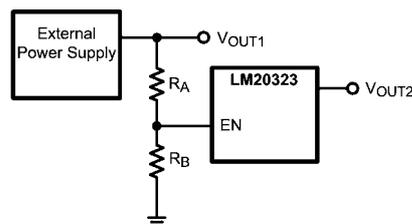

FIGURE 5. Sequencing LM20323 with Precision Enable
LM20323 は、入力電圧が 4.25V (typ) に達しない限りスイッチングしないよう、アンダーボルテージ・ロックアウト保護回路を内蔵しています。アンダーボルテージ・ロックアウト・スレッシュホールドには 350mV のヒステリシスがあり、デバイスが起動中にパワー・オン・グリッチにตอบสนองするのを防ぎます。設計ガイドラインの Figure 5 に示すとおり、必要に応じて、高精度イネーブル・ピンおよび VIN に接続された抵抗分圧ネットワークを使うことにより、電源のターンオン点を変更できます。
LM20323 の高精度イネーブル (EN) ピンおよびパワーグッド (PGOOD) ピンを使って、多くのシーケンス要件に対応できます。Figure 5 に示すとおり、2 つの外部抵抗を使用することにより、高精度イネーブル・ピンで LM20323 のターンオンを制御できます。